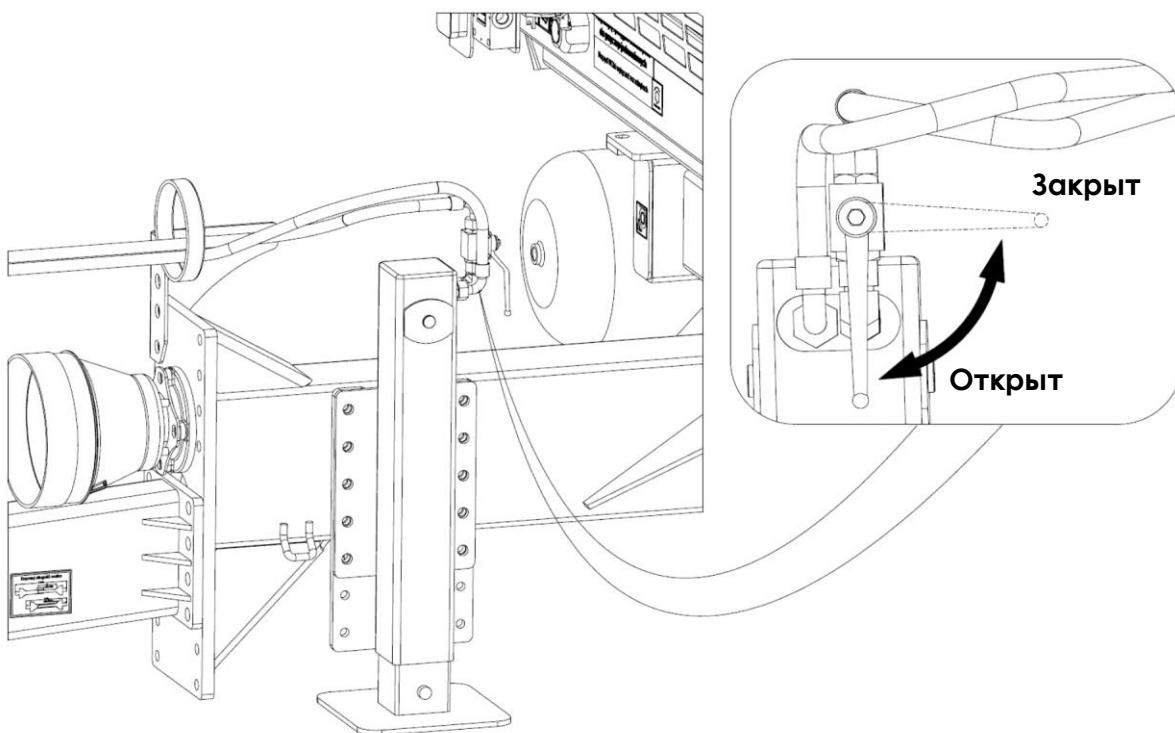

Рисунок 20. Гидравлический клапан управления (отключения) гидравлической пятой
- 7) Закройте блокирующий клапан опорной пяты (Рисунок 20). Если у трактора слишком мало гидравлических розеток для подключения других гидравлических систем, гидравлические шланги опорной пяты можно отключить на время перемещения и эксплуатации. При отключении гидравлических шлангов следует сбросить давление в шлангах.